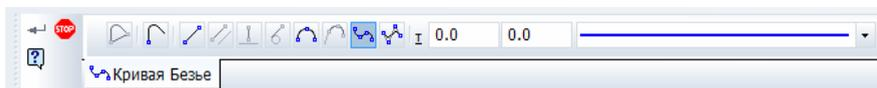

Рис. 1.11. Панель **Кривая Безье**
3. Активизируйте команду **Непрерывный ввод объектов**. На строке параметров объекта активизируйте команду **Кривая Безье**, рис. 1.11. Выберите текущий стиль кривой **Основная**.